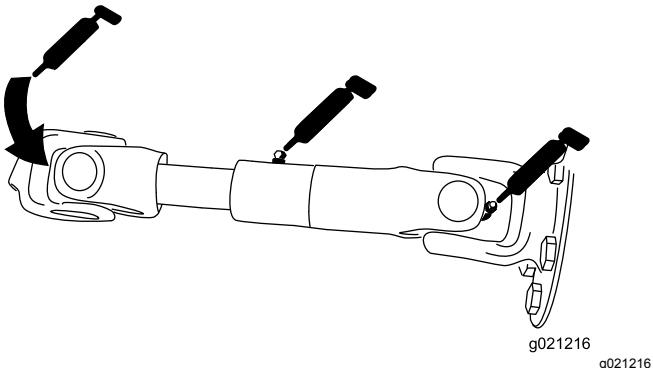

Bild 64
- Pumpenantriebswelle (3) (Bild 64)